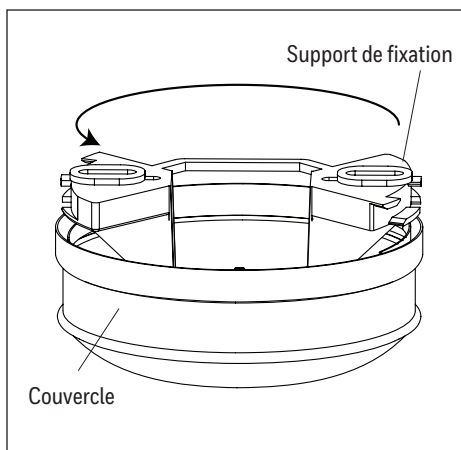

Figure 2.1
1. Tenez fermement le couvercle tout en tournant le support de fixation dans le sens contraire des aiguilles d'une montre pour le retirer (Figure 2.1).